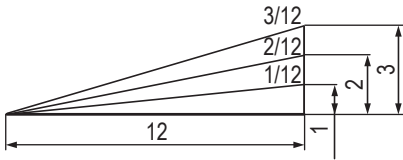

Fig. 32
- (7) El gradiente, que es la proporción de la altura hasta la base de la sección triangular a extraerse, puede utilizarse para el ajuste de la escala de ingletes en vez del ángulo de corte, si así se desea (consulte la Fig. 32).